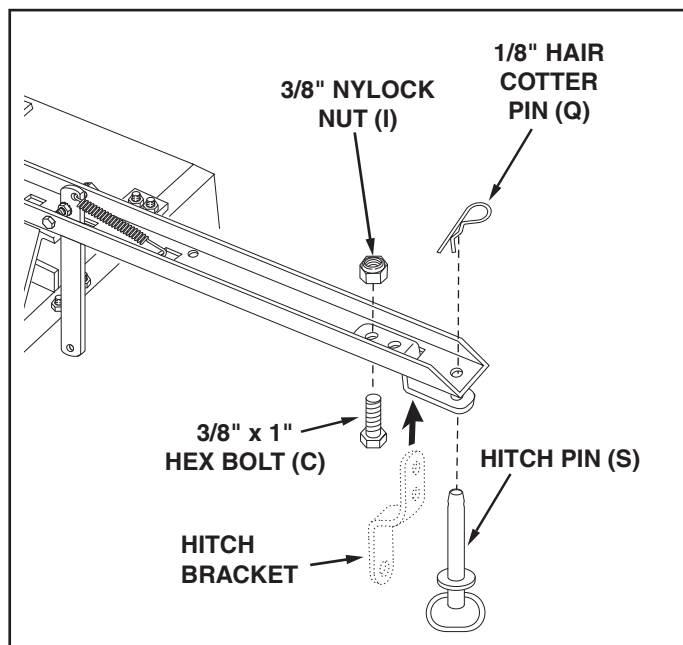

FIGURE 10
18. Assemble the end of the hitch bracket (two holes) up through the slot at the front of the drawbar tongue. Fasten it to the tongue using the 3/8" x 1" hex bolt (C) and 3/8" nylock nut (I). **Tighten.** See figure 10.
19. Assemble the hitch pin (S) through the hitch bracket and the tongue and secure it with the 1/8" hair cotter pin (Q). See figure 10.
18. Faire passer l'extrémité du support d'accrochage (4) (deux trous) au travers de la fente située à l'avant de la barre d'attelage (10). Fixer le support à la barre d'attelage à l'aide de la vis hexagonale de 3/8 x 1 po (C) et d'un écrou à frein élastique de 3/8 po (I). **Bloquer**. Voir la figure 10.
19. Monter la broche (S) sur le support d'attelage, et la fixer à l'aide de la goupille beta de 1/8 po (Q). Voir la figure 10.